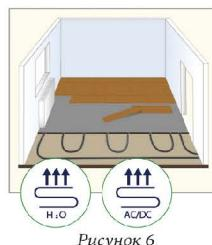

Рисунок 6
- температура нагрева основания должна повышаться постепенно, но более, чем на 1°C / час. Резкий нагрев ламината может привести к нарушению замкового соединения и появлению щелей между панелями (см. рис. 6).